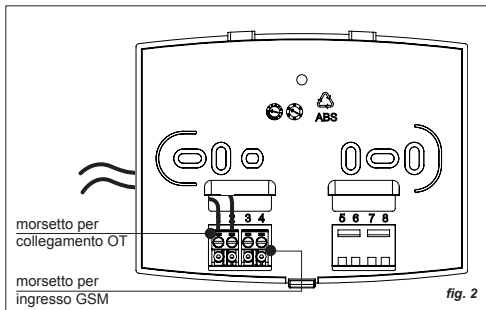

fig. 2
3. Effettuare i collegamenti elettrici utilizzando 2 fili, non polarizzati, di sezione  $0,5\text{mm}^2 + 1,5\text{mm}^2$  (fig. 2).